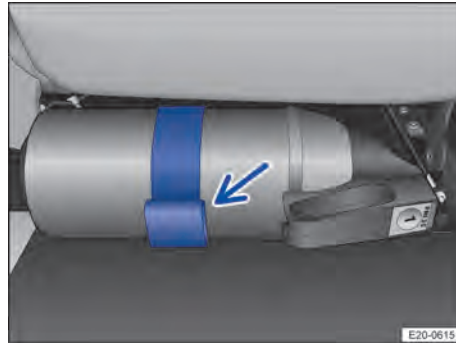

Abb. 48 Unter dem Beifahrersitz: Halterung mit Feuerlöscher (Prinzipdarstellung).
1. Lasche an der Halterung öffnen und Feuerlöscher entnehmen → Abb. 48 (Pfeil).